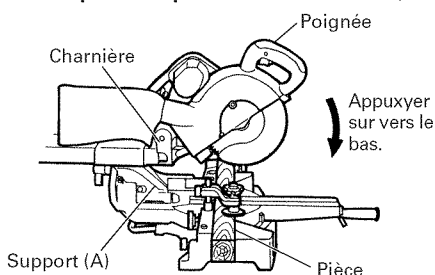

Fig. 28
Glisser la charnière sur le support (A), et serrer le bouton de fixation de glissière comme (Voir Fig. 2) indiqué à la Fig. 28.